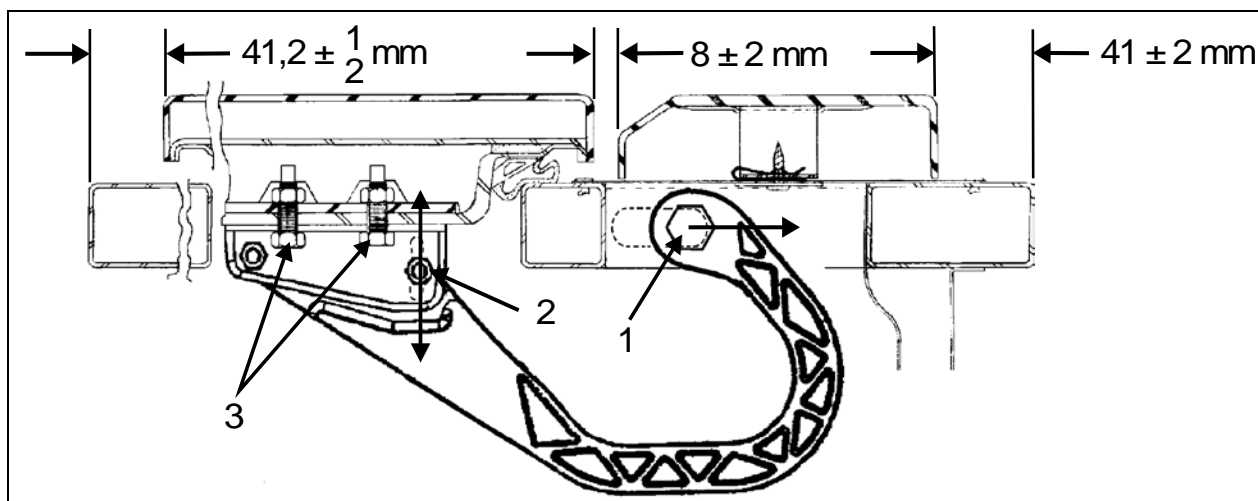

FIGURE 75: PORTE DE L'ÉVAPORATEUR
2. Desserrer l'écrou (1, Figure 75).
4. Serrer l'écrou (1, Figure 75).
5. Desserrer l'écrou (2, Figure 75). La charnière permet à la porte de bouger vers l'intérieur ou l'extérieur.
7. Desserrer les vis (3, Figure 75). Les vis permettent de déplacer la porte vers le haut ou le bas.